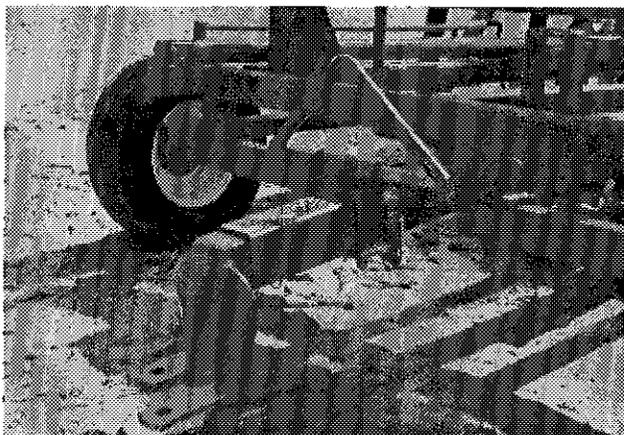

Figure 19
- 4) Ajuster la longueur de la pôle du SilaTube à sa position la plus courte. Si toutefois elle risque d'entrer en contact avec le devant du tracteur ou avec des buttes de terre lors du dépôt des balles sur le SilaTube, il est préférable qu'elle soit enlevée complètement. (fig. 19)